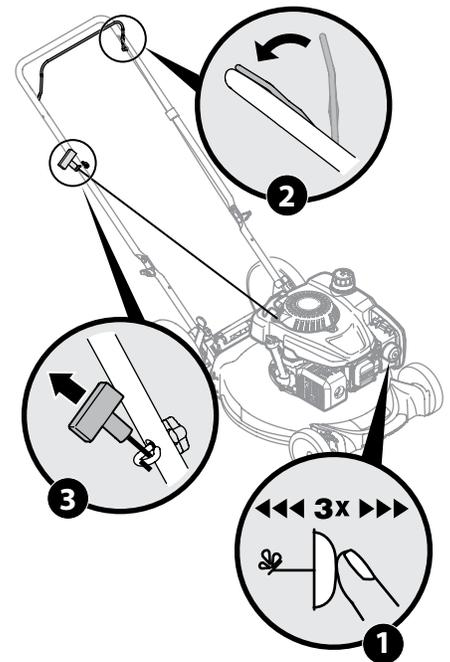

Figure 5-2
1. Pressez trois fois sur l'amorce et attendez environ deux secondes avant de presser de nouveau. Voir Figure 5-2. Lorsque la température est inférieure à 10° C (50° F), pressez cinq fois sur l'amorce. Si le moteur est chaud, il suffit de presser sur l'amorce une fois, peu importe la température.
3. Tirez sur la poignée du lanceur à rappel jusqu'à ce que vous sentiez une légère résistance, puis tirez rapidement sur la poignée pour faire démarrer le moteur et empêcher la corde de s'enrouler rapidement. Répétez l'opération au besoin. Voir Figure 5-2.